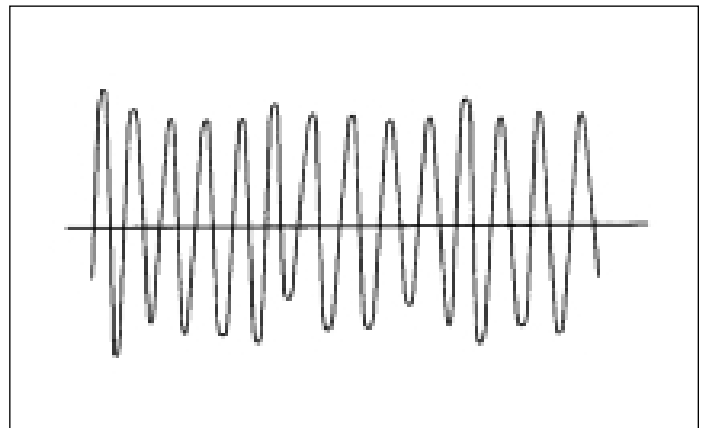

Abbildung 15. Normales Wirbelfrequenzsignal
- Bei Durchfluß im Rohr den vom Oszilloskop angezeigten Signalverlauf beobachten. Der Signalverlauf muß etwa dem in der Abbildung 15 entsprechen.
- a) Ist der Signalverlauf ähnlich der Abbildung 15, ist der Sensor in Ordnung. Liefert die elektronische Baueinheit kein Ausgangssignal, ist die Eingangsstufe der elektronischen Baueinheit defekt. Die gesamte elektronische Baueinheit muß ausgetauscht werden.
- Bei Durchfluß im Rohr das Ausgangssignal des Sensors an einem Oszilloskop beobachten. Die Prüfkopimpedanz muß  $10 \text{ M}\Omega$  betragen oder größer sein. Der Signalverlauf sollte ähnlich demjenigen in der Abbildung 15 sein. Ist der Vorverstärker nicht im Schaltkreis eingeschaltet, muß das für den Sensor erforderliche Mindestsignal einen Wert von etwa 2,5 mV haben.
Ist der Signalverlauf ähnlich der Abbildung 15, funktioniert der Sensor. Wenn kein Ausgangssignal vorhanden ist, den Sensor austauschen.